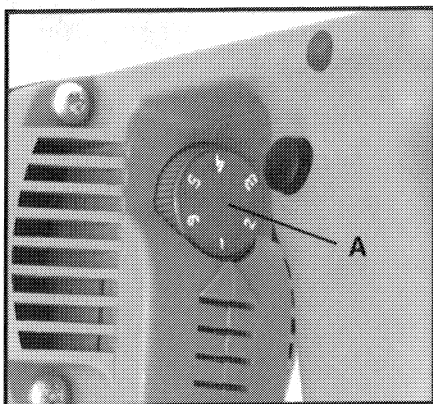

Fig. 2
La vitesse s'ajuste en tournant la molette (A) Fig. 2. La position 1 de la molette offre la vitesse de marche la plus lente (200 tr/min) et la position 6 la plus rapide (550 tr/min). La vitesse peut être changée pendant que le moteur tourne ou pendant qu'il est à l'arrêt.